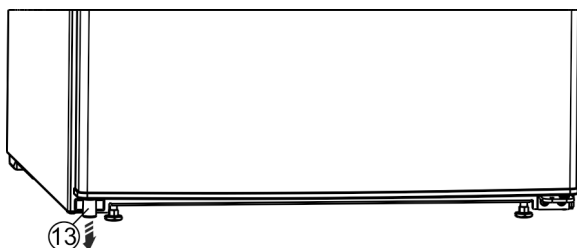

Fig. 13 *
- Estrarre il distanziatore Fig. 13 (13) dalla porta, in basso a sinistra.*